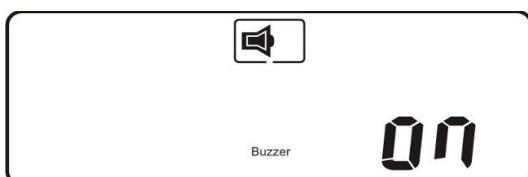

Рис. Q1 Звуковая сигнализация включена
→ **состояние звуковой сигнализации (buzzer).** Звуковая сигнализация включена — рис. Q1, выключена — рис. Q2; → **внутреннее само тестирование (Self-test).** Внутреннее самотестирование выключено — рис. R1, включено — рис. R2; → **диапазон разрешенного напряжения на байпасном выходе (Bypass Voltage Window).** Узкий диапазон байпасного напряжения — рис. S1, широкий — рис. S2; → **диапазон частоты синхронизации (Output Frequency Synchronization Window)** — рис. T; → **выходное напряжение ИБП (Inverter Output Voltage)** — рис. U; → **режим работы ИБП (UPS Operation Mode).** - нормальный режим — рис. V1, ECO режим — рис. V2, - режим преобразования частоты 50 Гц — рис. V3, - режим преобразования частоты 60 Гц — рис. V4; → **установка выходного напряжения (Output Voltage Micro Tune Value)** — рис. W; → **идентификационный номер при работе в параллельной системе (UPS Id)** — рис. X; → **разрешение/запрещение параллельной работы (Parallel function status)** — рис. Y.
В режиме просмотра внутренних параметров используя кнопку можно изменить следующие параметры: 1. Включить (рис. Q1) или выключить (рис. Q2) аварийную звуковую сигнализацию ИБП. 2. Выключить (рис. R1) или включить (рис. R2) внутреннее само тестирование ИБП. При включенном само-тестировании ИБП в течении 10 секунд выполняет проверку батарей. Если тестирование прошло успешно, на экране появится рис. E1; в противном случае на экране появится рис. E2 и сообщение об ошибке.
- Запустить режим установки параметров, одновременно нажав и удерживая кнопки “On” и “След. страница” ( и ) на лицевой панели ИБП на время не менее 3 секунд. Раздастся двойной звуковой сигнал и ж/к-дисплей перейдет в состояние, показанное на рис. Q1.